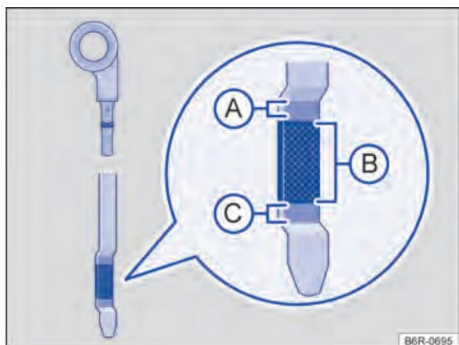

Figure. 158 Jauge d'huile avec repères de niveau d'huile moteur.
En cas de forte sollicitation du moteur, le niveau d'huile moteur doit être aussi proche que possible de la zone → Fig. 158 A – sans dépassement, par exemple lors de longs trajets en été ou lors de traversées de montagnes.
Légende pour → Fig. 158 :
7. Retirez à nouveau la jauge de l'huile moteur et lisez le niveau d'huile moteur sur la jauge → fig. 158 comme suit : A Ne pas ajouter d'huile → . Passez à l'étape 16.
13. À la fin du processus de ravitaillement d'huile, le niveau d'huile moteur doit se situer au moins au milieu de la zone → fig. 158 B , mais jamais au-dessus de la zone A .
14. Si l'excès d'huile moteur a été ajouté par erreur et que le niveau d'huile est supérieur à la plage par la suite, ne démarrez pas le moteur. → Fig. 158 A Volkswagen , Trouver un concessionnaire une entreprise spécialisée.
Le niveau d'huile moteur ne doit jamais dépasser la zone → Fig. 158 A . Avec le niveau au-dessus de cette zone, l'huile peut être aspirée par la ventilation du carter et rejetée dans l'atmosphère par le système d'échappement. De plus, l'huile peut brûler à l'intérieur du convertisseur catalytique et l'endommager.